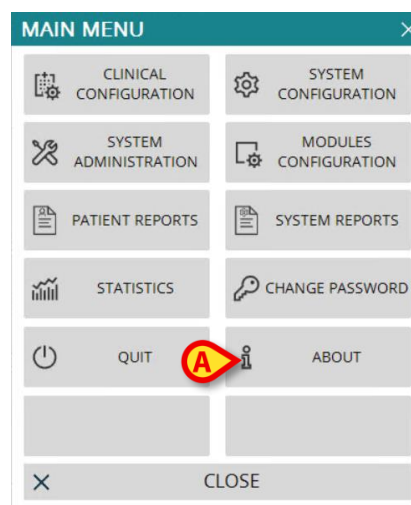

Fig 9
Er verschijnt een meerkeuzemenu (Fig 9).
- Klik op het menu op de toets **Informatie** (Fig 9 **A**).